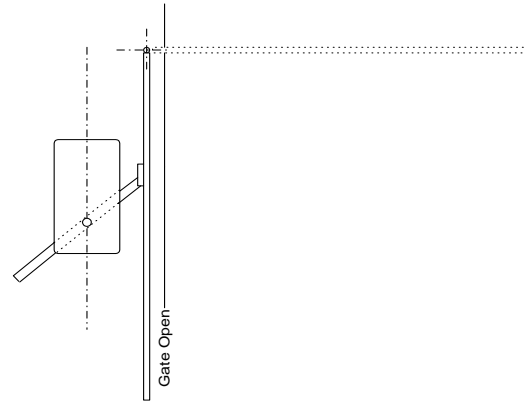

Figura 19
- Abra manualmente el portón. El brazo que conecta debe rotar debajo del brazo de la impulsión y del eje de salida. Cuando el portón está completamente abierto, el brazo de la impulsión debe ser directamente excedente el brazo que conecta según lo demostrado en la Figura 19.